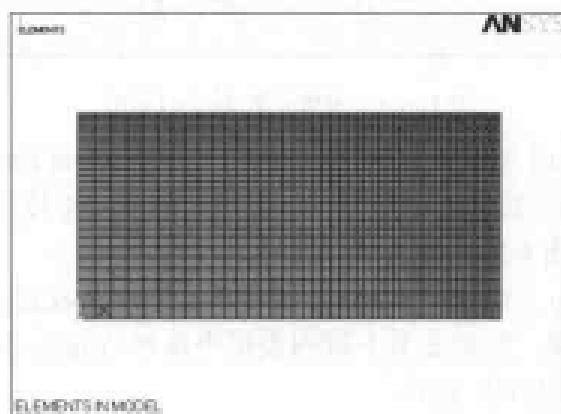

图 10-31 网格划分结果显示
(8) 选择 Utility Menu | Plot | Elements 命令, ANSYS 显示窗口将显示网格划分结果, 如图 10-31 所示。